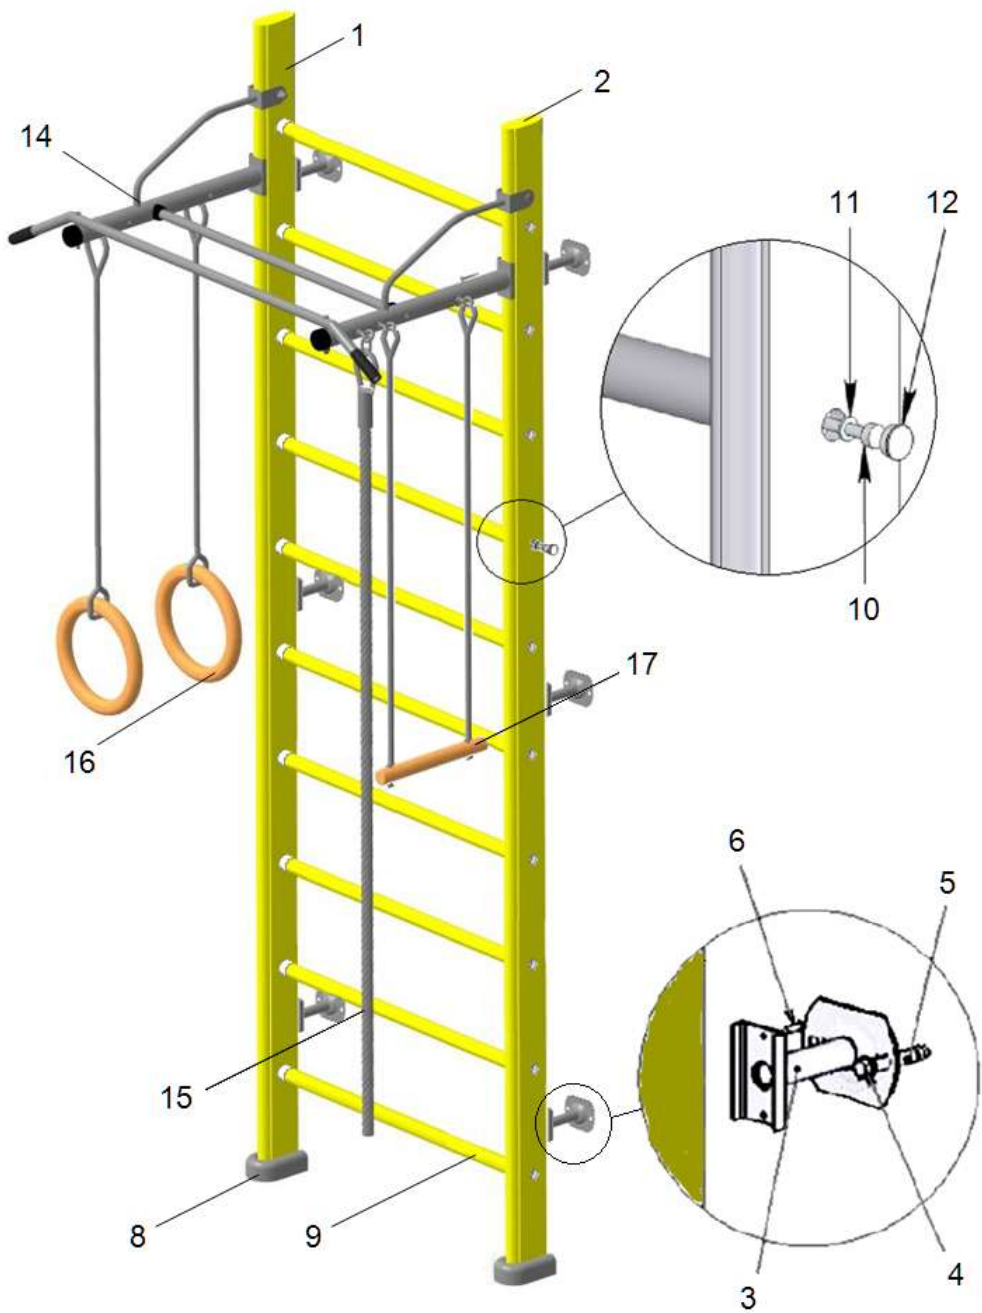
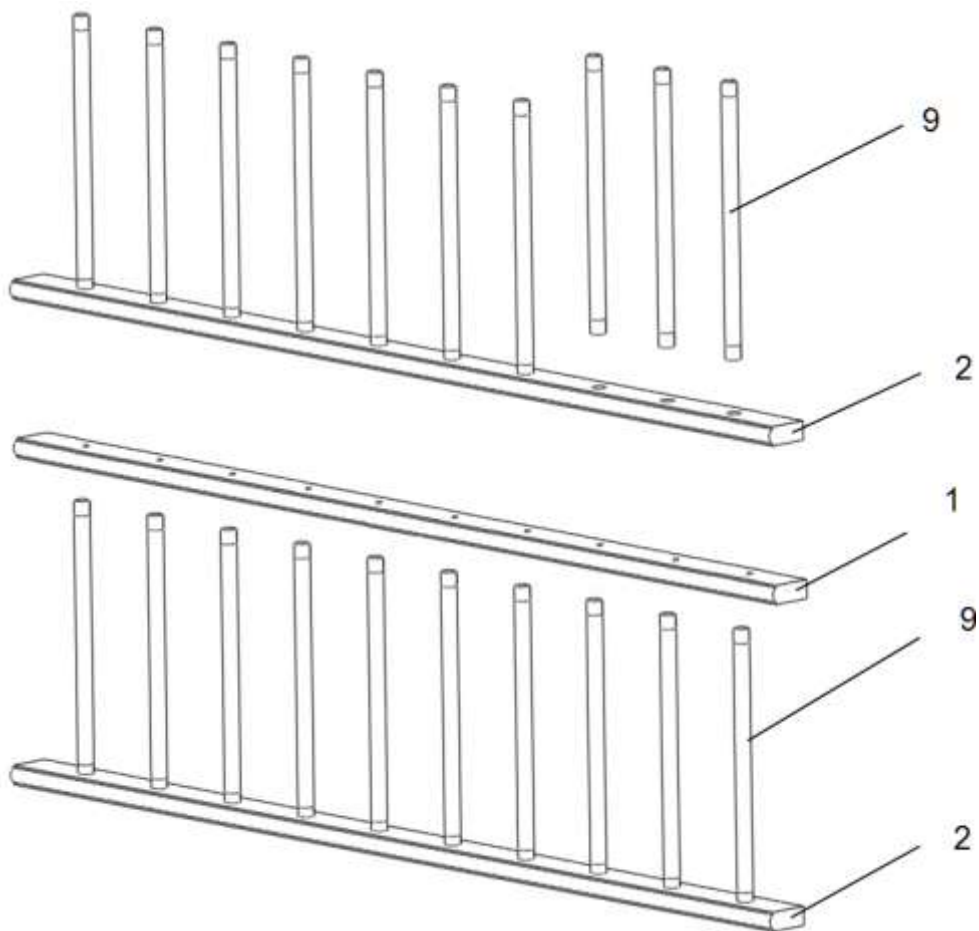

рисунок 1
рисунок 2
4.3. Вставить *поперечины (№9)* в соответствующие отверстия *стоек (№№1,2)* (рисунок 2). С помощью *саморезов (№10)* и *шайб (№11)* закрепить поперечины к стойкам. Установить заглушки (*№12*) (рисунок 1).